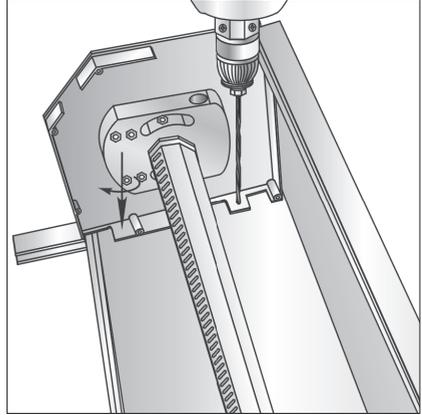

Abb. 8
- ? bohren Sie bei Vorbaumontage in der hinteren Aufkantung jedes Deckels jeweils 2 Löcher (Abb.8);